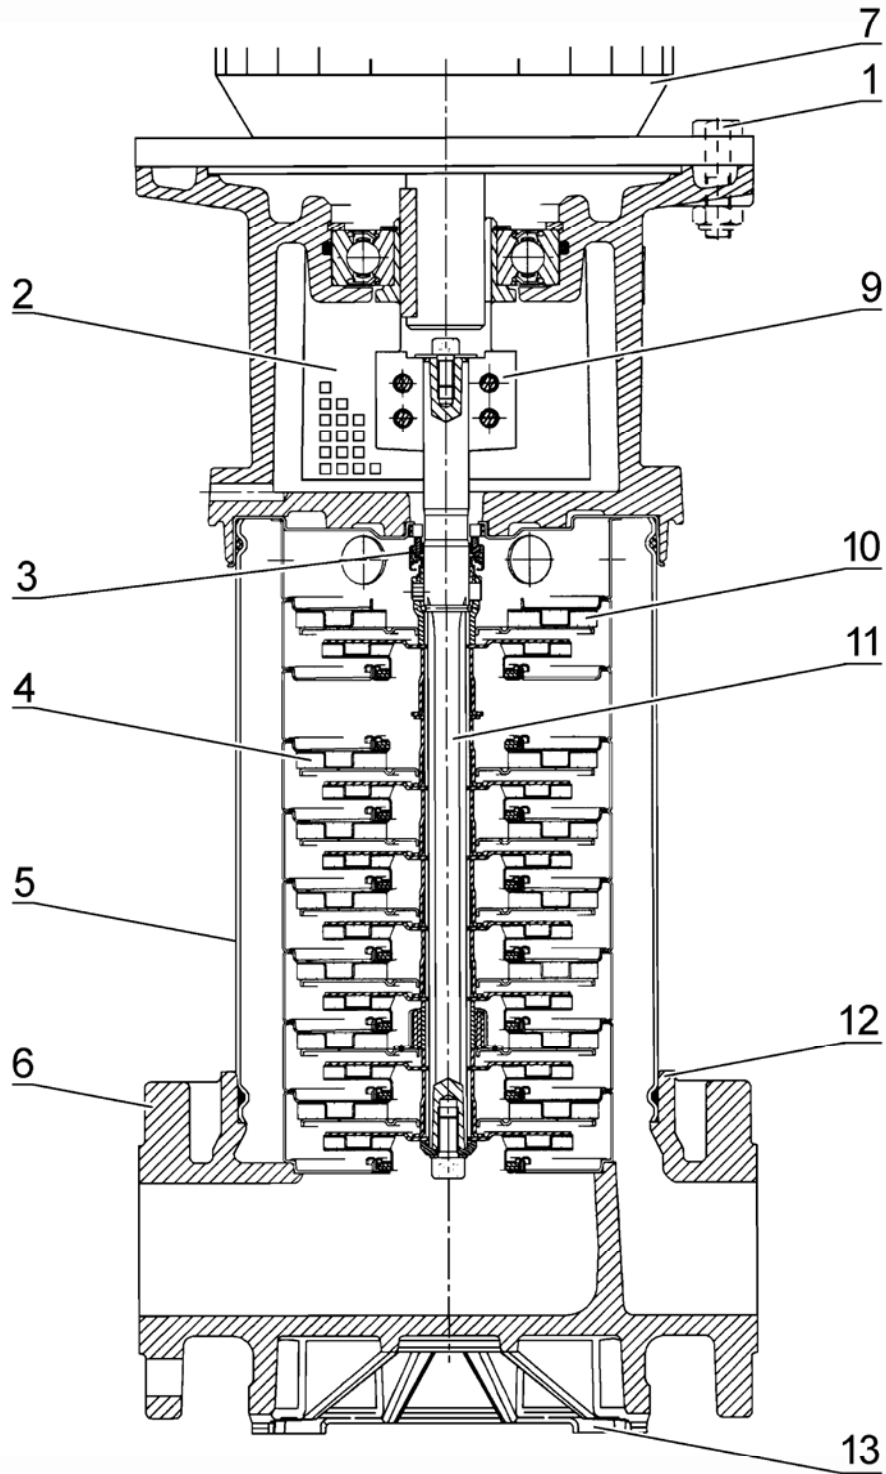

Рис. 1
Насос (рис. 1) размещен на чугунной плите (13), которая служит основанием. Корпуса ступеней (4) выполнены в виде модульной конструкции. Рабочие колеса (10) собраны на одном валу (11). Корпус (5) обеспечивает надежную герметичность.
Разместить клеммную коробку в нужном положении можно путем поворачивания мотора (с шагом 90°), для чего надо открутить болты двигателя (рис. 1, поз. 1).
В случае, если болты расположены внутри (рис.1 поз. 2), кожух муфты должен быть снят. При сборке необходимо поставить его на место.